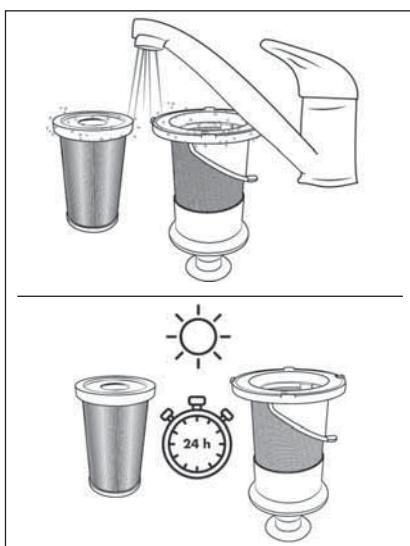

Fig. 22
- 5) Skyl EPA-filteret ⑤ og filteret af rustfrit stål ⑥ under koldt eller lunkent vand. Lad EPA-filteret ⑤ og filteret af rustfrit stål ⑥ lufttørre fuldstændig, før du sætter dem ind i støvbeholderen ⑦ igen (se fig. 22).